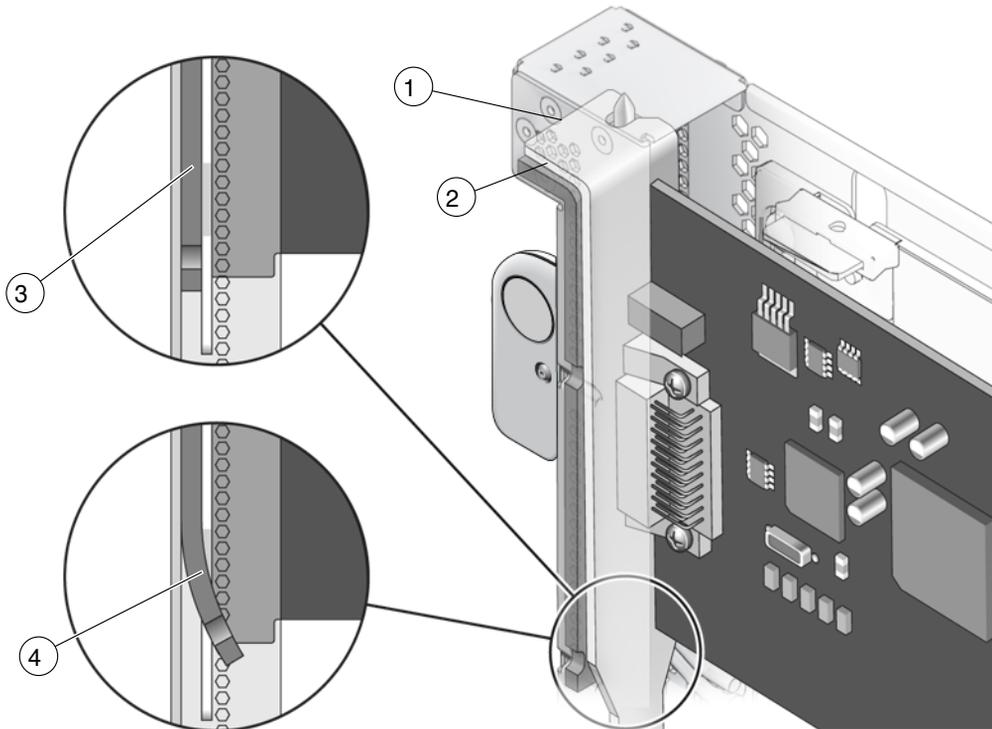

FIGURE 1-22 Joint RFI interne
- Joint RFI interne (FIGURE 1-22)
Un joint RFI se trouve à l'intérieur du chariot, à côté de l'axe d'alignement de la carte. (Un petit joint RFI se trouve à l'extérieur du logement du chariot.) Lorsque vous insérez la carte PCI dans le chariot, veillez à ce que le bas du support de carte métallique n'accroche pas ou ne décolle pas la base du joint (FIGURE 1-22).